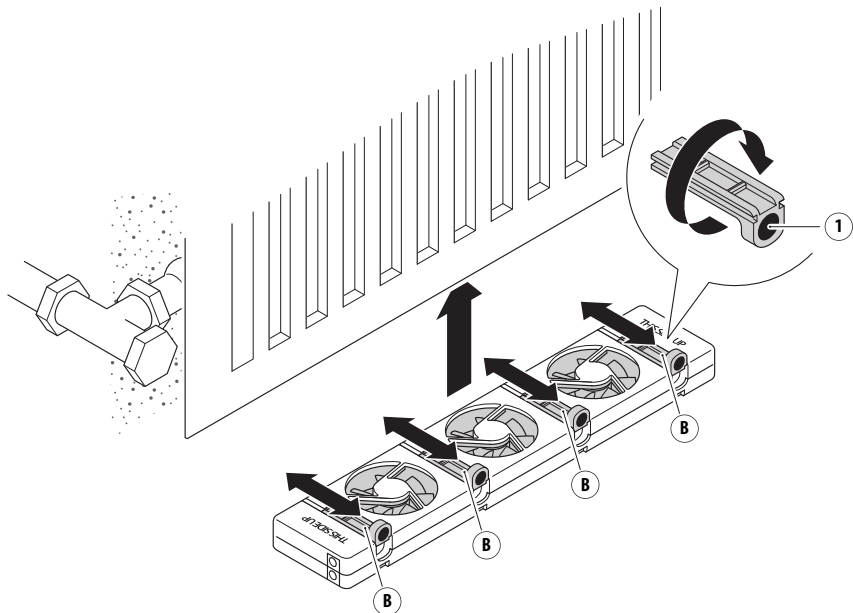

Fig. 5 – Fixation du SpeedComfort (A) sur un radiateur à simple panneau.
1. Placez les glissières **magnétiques réglables** (B) de manière à ce que les aimants (1) soient tous situés du même côté et orientés vers le haut. Retirez le **bloc factice** (K) situé en face des **glissières magnétiques réglables** (B) dans le boîtier, puis jetez-le avec les déchets plastiques.
3. Effectuez les mêmes étapes 1 et 2 que pour le radiateur large. Utilisez les **glissières magnétiques réglables** (B) pour fixer le **SpeedComfort** (A) à l'arrière du radiateur à simple panneau (voir Fig. 5).